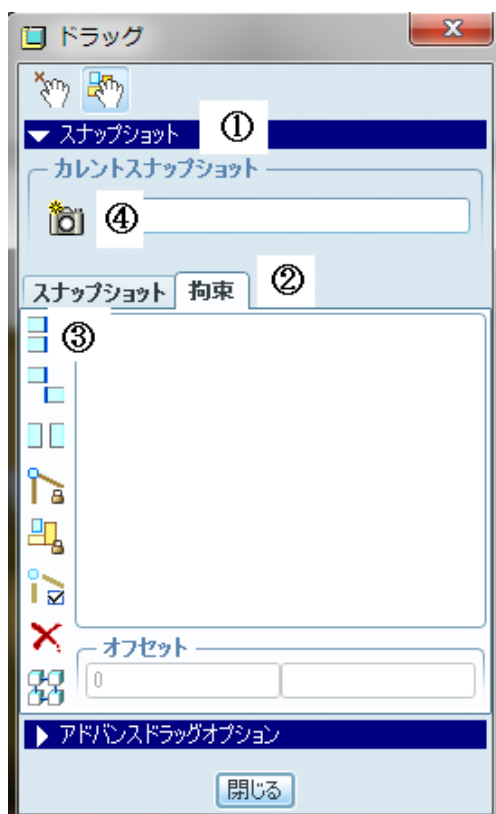

図 20 初期位置の設定
「構成部品をドラッグ」ボタン  をクリックする。ダイアログボックスが現れるので「スナップショット」をクリック（図 20 の①部）するとダイアログボックスが拡張する。次に拡張されたダイアログボックスの「拘束」タブをクリックする（図 20 の②部）。現れたアイコンの中より「二つのエンティティを整列」アイコン  をクリックする（図 20 の③部）。続けて crank shaft の RIGHT 面と piston の RIGHT 面をクリックする。二つの面が一致するように部品が再配置され、ピストンが最上部の位置となる。初期状態によっては最下部となることがある。これはボタンが押された時の部品の位置関係により、移動が少ない方が選択される。最下部に配置された場合もそのまま作業を続けて良い。
次にカメラのアイコンをクリックすると（図 20 の④部）初期状態としてその位置が記録される。